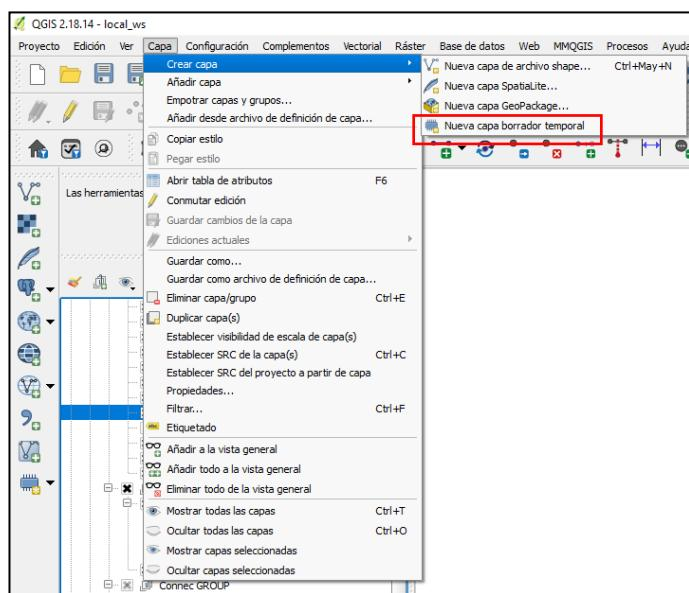

Imagen 93: Desde Capa se puede añadir una nueva capa temporal.
10. El primer paso es el de generar una nueva capa borrador temporal (Imagen 93). Esta debe ser de tipo lineal, con el mismo EPSG que nuestro proyecto. Una vez creada, ponemos la capa en edición y clicamos sobre 'Añadir objeto espacial'.